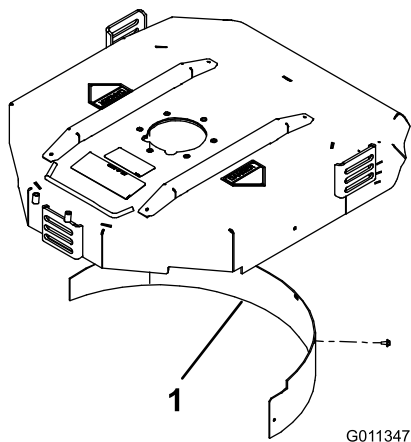

Figura 6
- Montate il deflettore per mulching nell'apertura posteriore e fissatelo con 5 bulloni a testa flangiata (Figura 6).